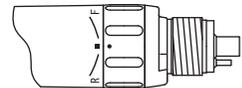

Fig.5
- 3) Se o anel FWD/REV for colocado entre F e R, o ar de acionamento é cortado e o motor não roda. (Fig.5)